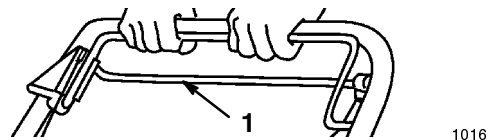

Figure 12
2. Pour débrayer le système de traction, lâcher la barre de commande de traction (Fig. 12).